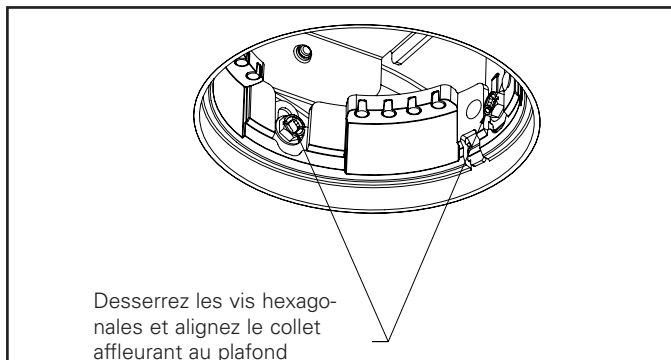
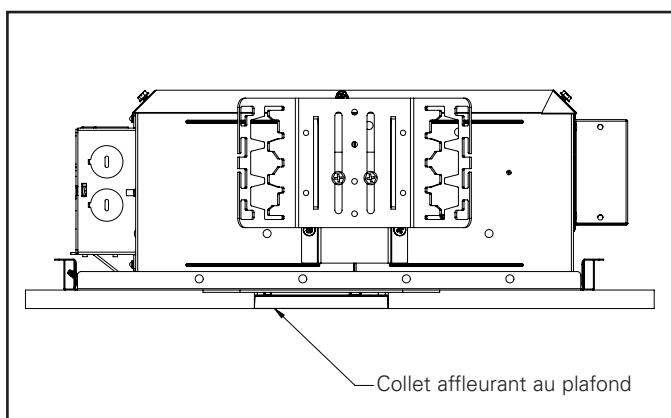

Figure 2.
Figure 4.
- Une fois le plafond installé, enlevez la protection contre la pulvérisation et ajustez le luminaire selon l'épaisseur du plafond en desserrant les quatre (4) vis hexagonales fixant le collet au boîtier. Ajustez le bord inférieur du collet à niveau avec le plafond fini (Figure 2) puis serrez les quatre (4) vis hexagonales. Si l'épaisseur du plafond est supérieure à 2 cm (7/8 po) et allant jusqu'à 6 cm (2 1/2 po), remplacez le collet existant par un collet de rallonge (PCE3* ou CA3*) et réglez la hauteur à l'aide des vis hexagonales (consultez les Figures 4 et 5) conformément aux instructions d'installation du collet de rallonge n° IL53450325.